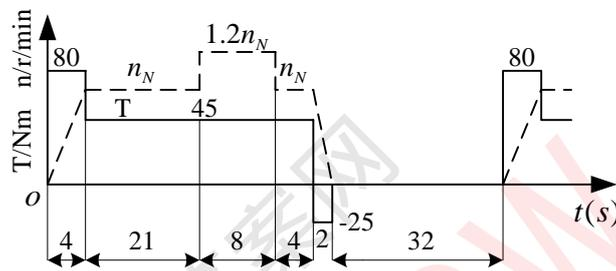

图 13.13 题 13.6 图
13.6 预选一台周期性断续工作方式的他励直流电动机, 其负载持续率为  $ZC\% = 60\%$ , 额定转矩  $T_N = 45Nm$ 。拖动生产机械时, 电动机的转矩曲线  $T = f(t)$  及转速曲线  $n = f(t)$  如图 13.13 所示。其中,  $t_1 = 4s$  段为起动过程;  $t_2 = 21s$  段为额定转速运行段;  $t_3 = 8s$  段为弱磁升速运行段, 转速为  $1.2n_N$ ;  $t_4 = 4s$  段为额定转速运行段;  $t_5 = 2s$  段为停车过程;  $t_6 = 36s$  为停歇段。试校验该电动机冷却方式分别为他扇式和自扇式时发热是否通过。